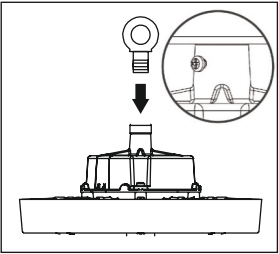

Рис. 1
- 5.11.2 Вставьте рым-болт из комплекта поставки осветительного прибора в специальное отверстие с резьбой в верхней части корпуса и надежно затяните, затем надежно затяните установочный винт, чтобы предотвратить ослабление крепления рым-болта (рис. 1).